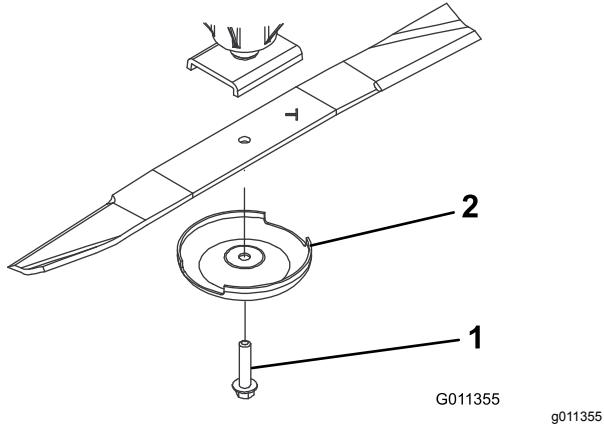

Рисунок 85
2. Возьмитесь за конец ножа рукой в перчатке на толстой подкладке или через слой ветоши. Снимите болт ножа, защитный колпак и нож с вала шпинделя (Рисунок 85).
3. Установите нож полотном в направлении режущей деки вместе с крышкой предотвращения повреждения почвы и болтом ножа (Рисунок 85).